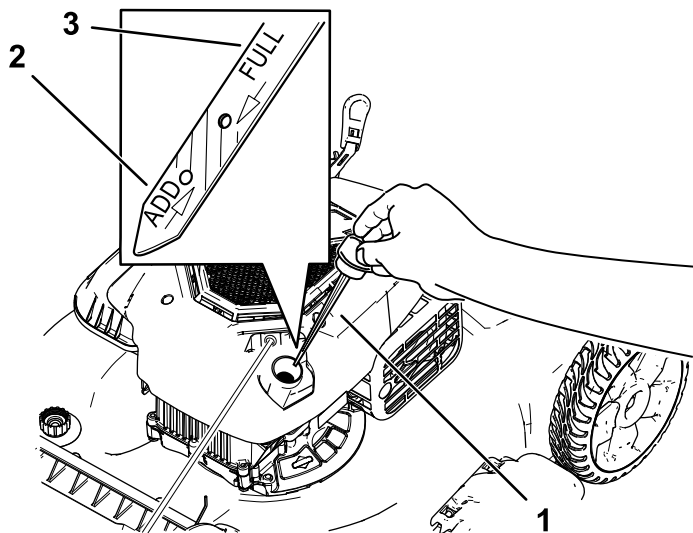

Figure 19
3. Tournez le bouchon dans le sens antihoraire et sortez la jauge (Figure 19).
10. Relevez le niveau d'huile indiqué sur la jauge (Figure 19).